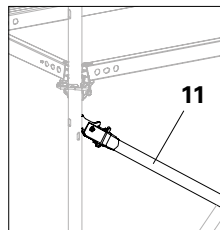
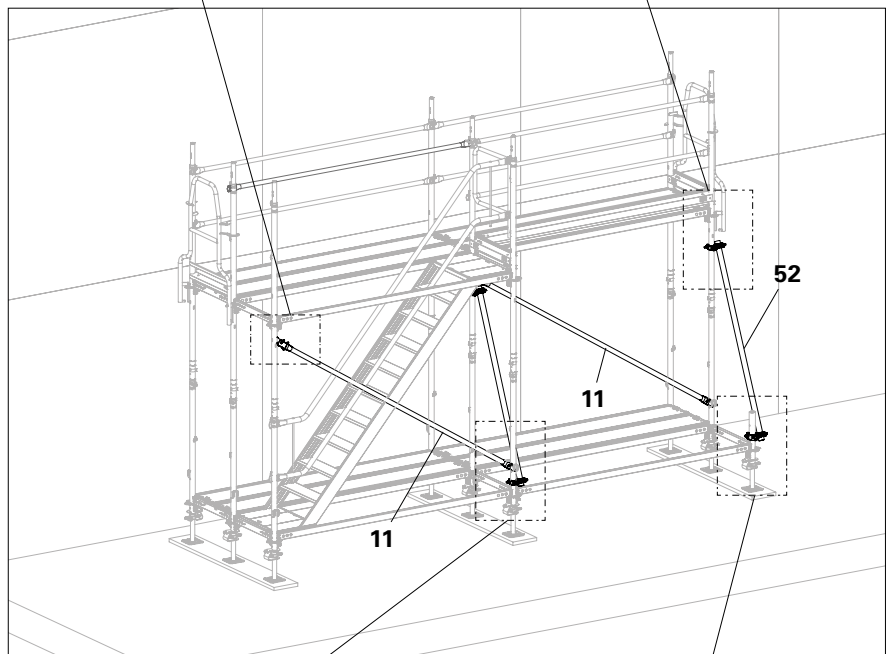

Abb. A3.10a
Abb. A3.10
2. Aufstiegsfeld mit Längsdiagonale EBF (**11**) aussteifen. (Abb. A3.10 + Abb. A3.10a)
- Erste Gerüstlage ist montiert. (Abb. A3.10)